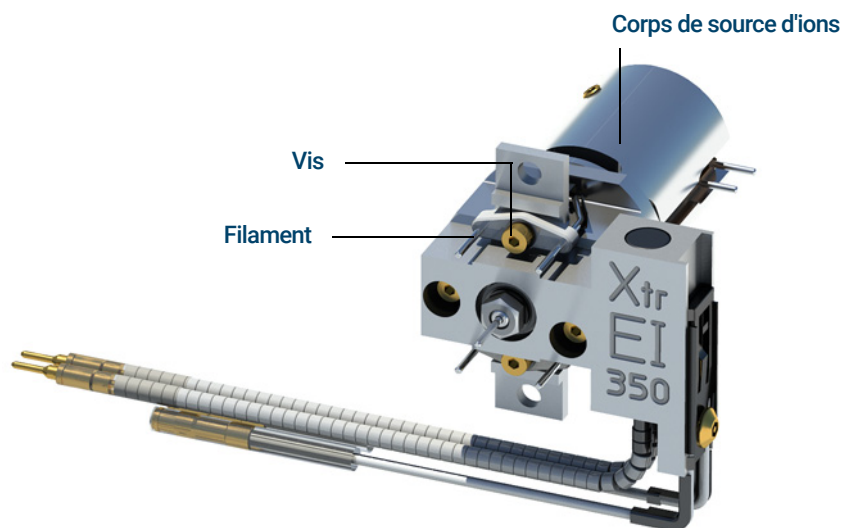

Figure 62. Changement du filament EI XTR
- 4 Retirer les vis qui maintiennent les filaments dans le corps de source d'ions. (Voir **Figure 62** page 217.)
- 5 Faire coulisser les filaments hors de l'ensemble source d'ionisation. (Voir **Figure 62** page 217.)
- 2 Placer le nouveau filament en position dans le corps de source d'ions. (Voir **Figure 62** page 217.)